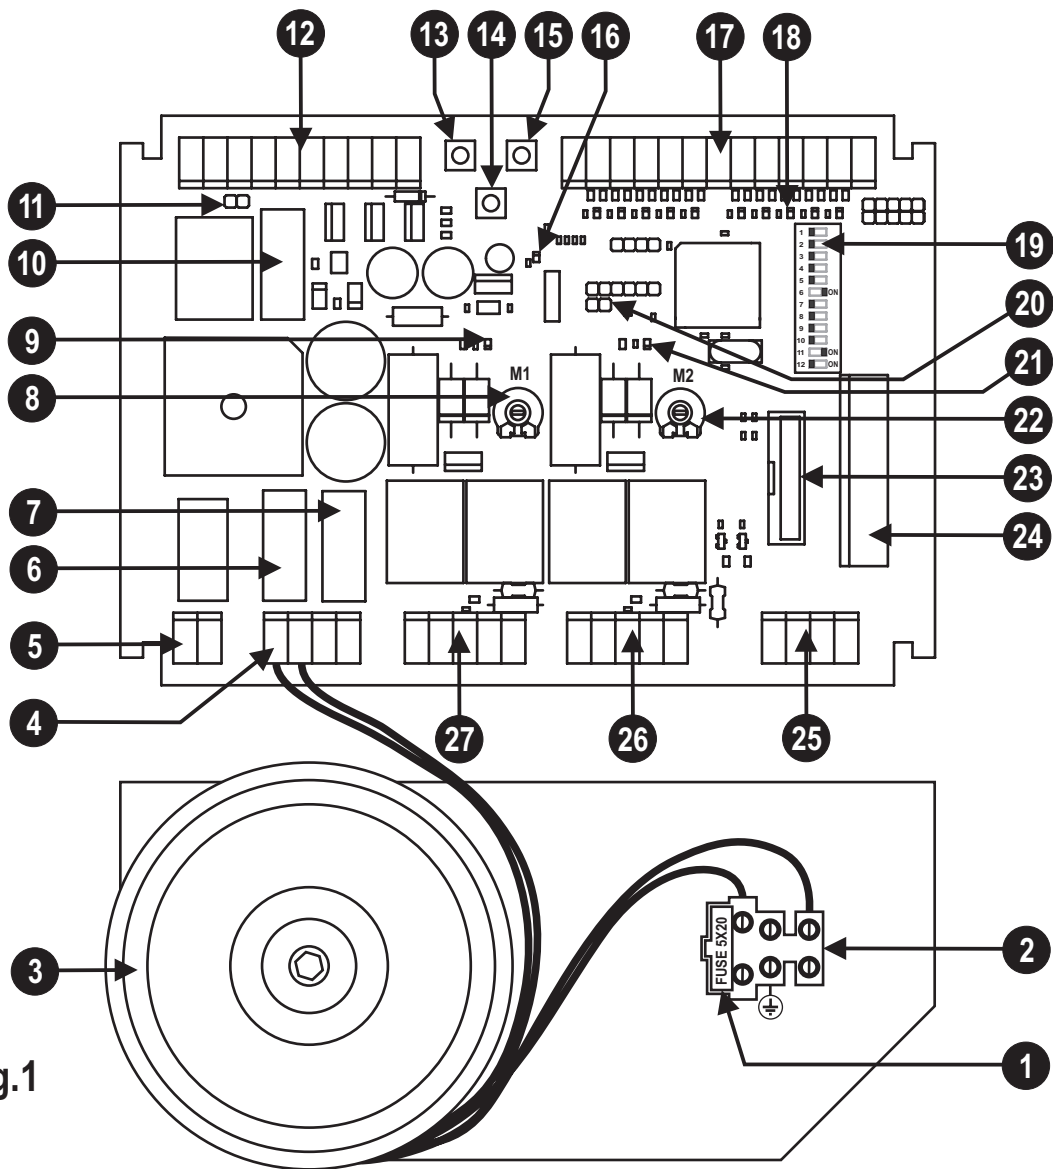

Fig.1
- Inserire la ricevente nel connettore (particolare 23 di fig. 1)
DESCRIPTION DES PARTIES (Fig. 1)